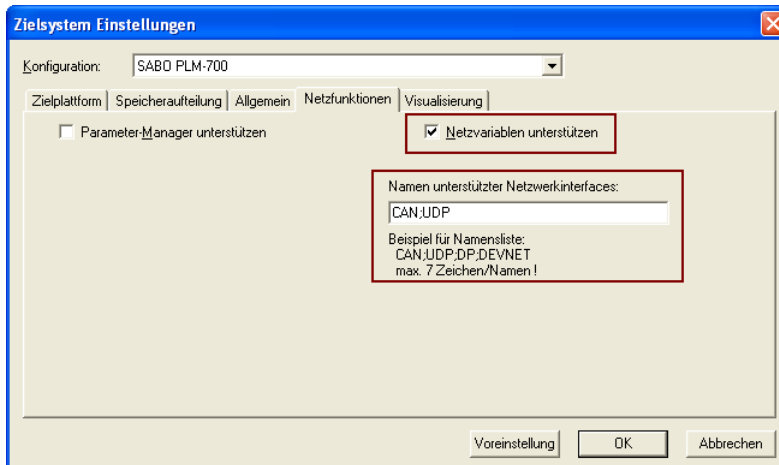

Abb. 6-1: Netzwerkvariablen, Zielsystem-Einstellungen
- Unter *Zielsystem Einstellungen* → *Netzfunktionen* ist das UDP-Protokoll einzutragen (Abb. 6-1).